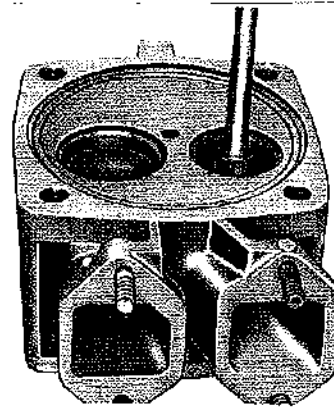

Fig. 6
- Togliere le guide usurate agendo con un punzone dal cielo testa (Fig. 6).